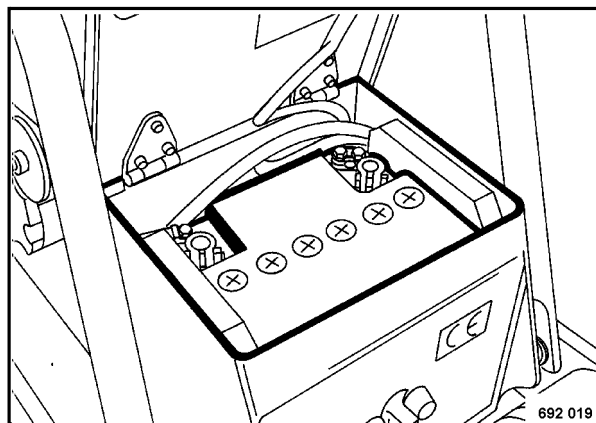

Fig. 5
- Desmontar la batería (Fig. 5), y limpiar el recinto de la batería.